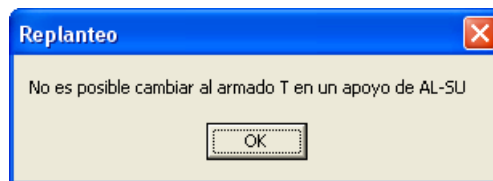

Figura 11.36.
- Figura 11.36: No necesita comentario.